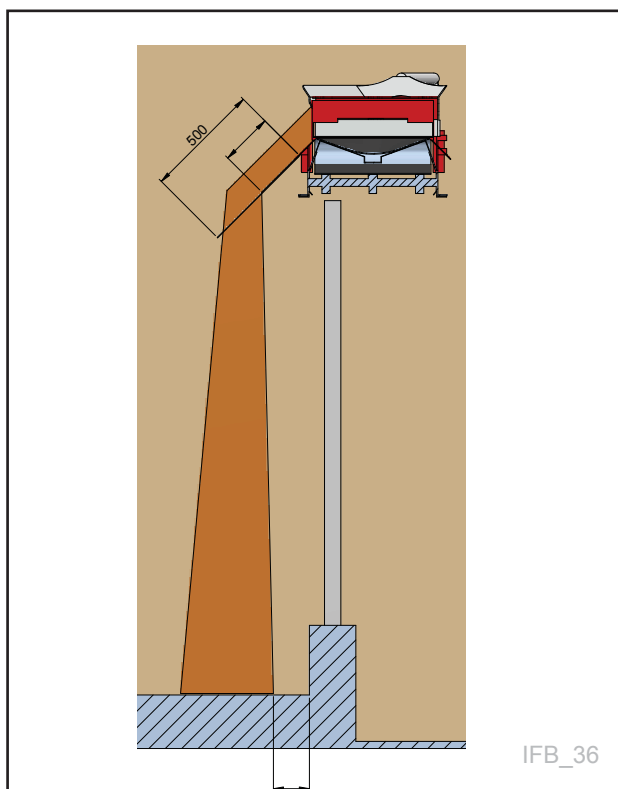

Fig. 5
- Hindre dryss i gang arealet til dyrene, ved å sette opp en ledeplate. **Se Fig. 5**